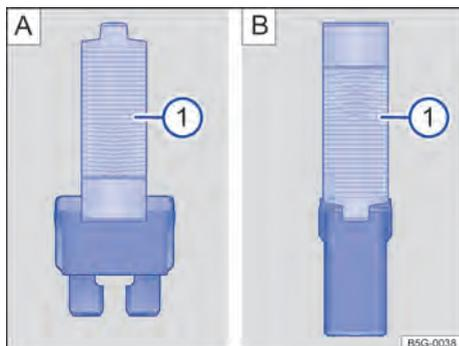

Fig. 144 Retirar ou colocar o fusível com a pinça de plástico: **A**): fusível plano, **B**): fusível de bloqueio.
- Se necessário, retirar a pinça de plástico → Fig. 144 ❶ da cobertura da caixa de fusíveis.
- De acordo com a versão do fusível, colocar as garras adequadas do alicate plástico → Fig. 144 **A** ❶ ou → Fig. 144 **B** ❶ lateralmente no fusível.
- Caso o fusível esteja queimado, substituir o fusível por um novo da *mesma* intensidade de corrente (mesma cor e inscrição) e do *mesmo* tamanho → ❷.